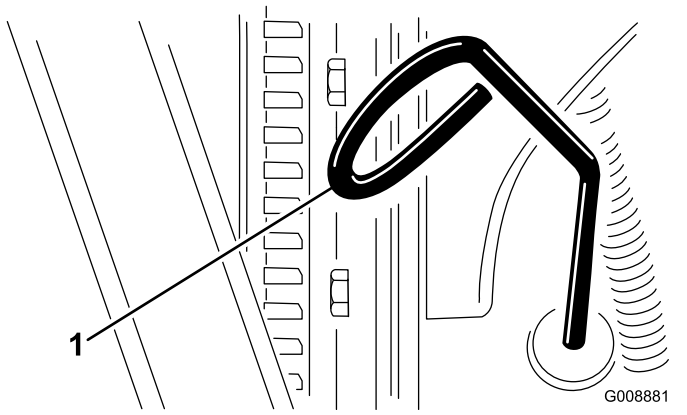

Bild 53
- Nehmen Sie den Peilstab heraus und wischen Sie ihn ab. Stecken Sie ihn dann ein (Bild 53).